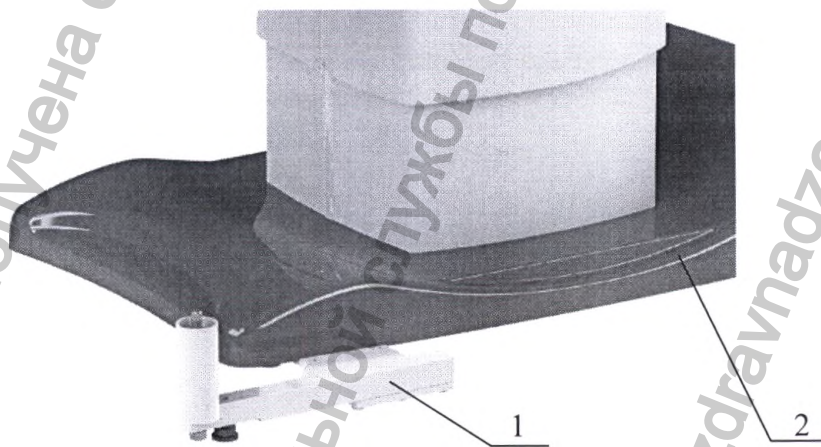

Рисунок 10. Держатель кольпоскопа.
10. Держатель кольпоскопа. (Рисунок 10). Для крепления кольпоскопа используется специальный держатель, который можно установить с любой стороны основания кресла.